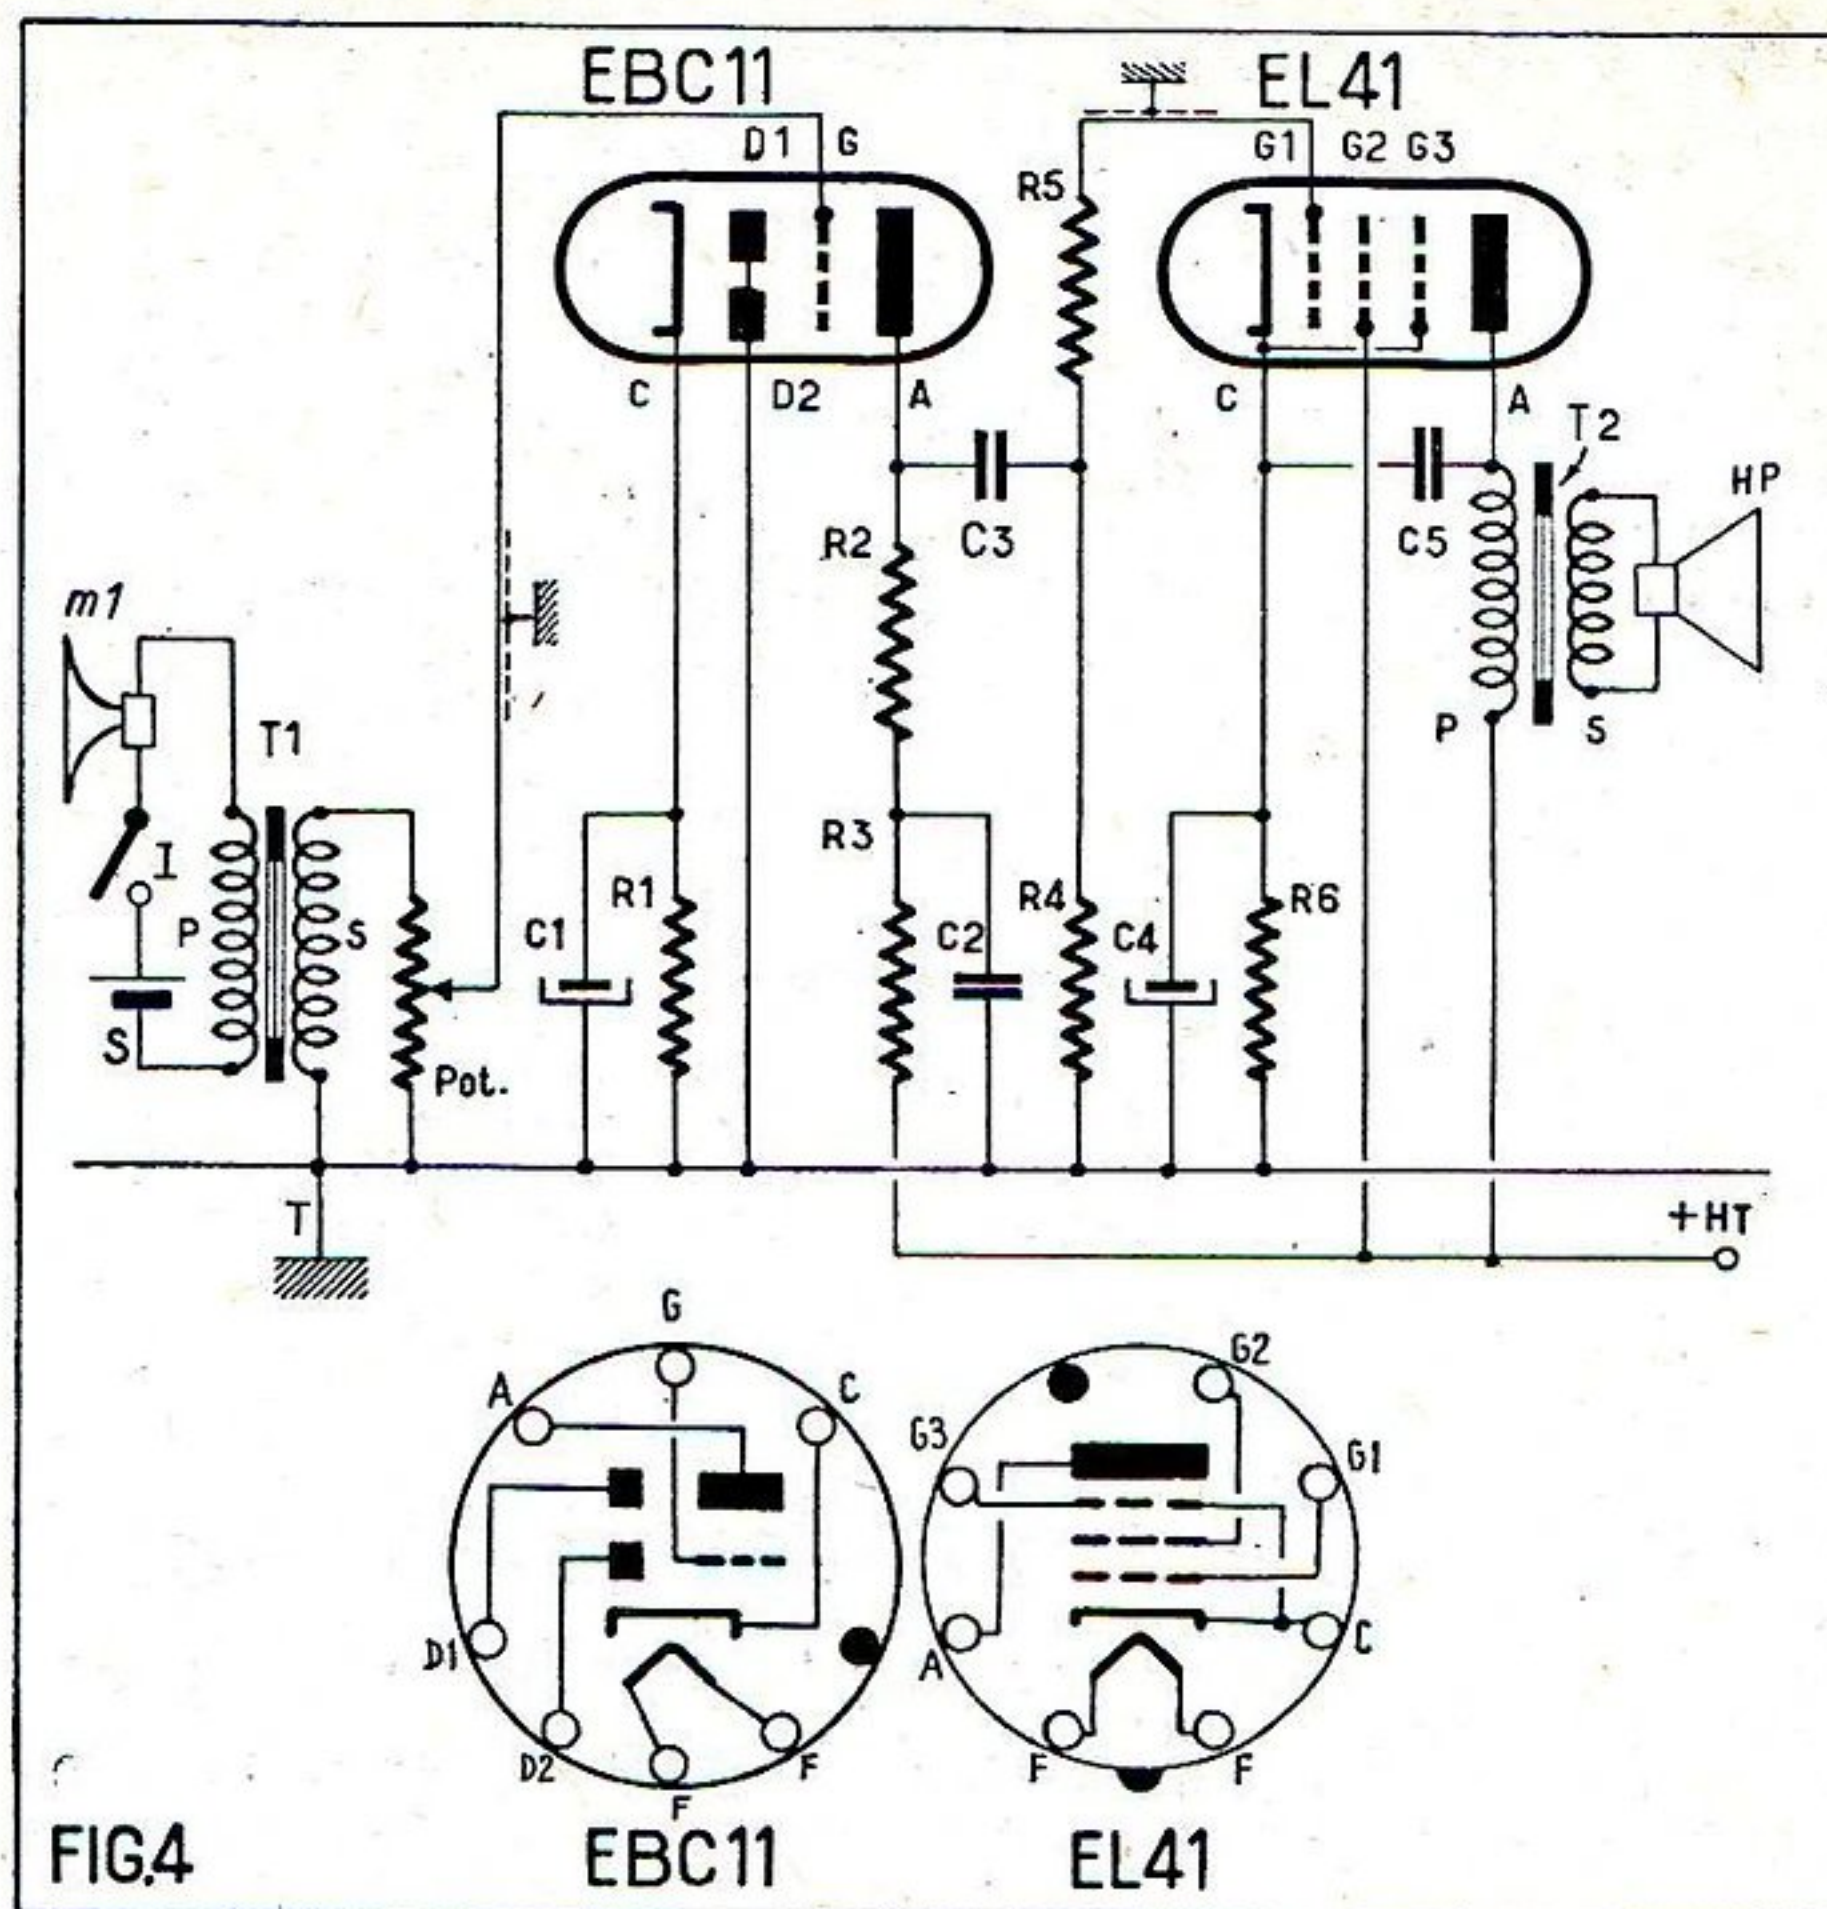

FIG4
La solution consiste à incorporer dans le système un *amplificateur téléphonique*. La figure 4 montre le schéma à utiliser.
**Premier point acquis :** Nous n'avons plus besoin d'un écouteur — *Télé* sur les figures antérieures — puisque nous pouvons disposer d'un haut-parleur couvrant largement les besoins de l'exploitation. Il est avantageux d'utiliser un modèle à aimant permanent puisque le même modèle peut être utilisé comme microphone. Dans ce cas, il suffira simplement de supprimer la source S et l'interrupteur I dans le circuit microphonique m1, I, S et P de T1 sur la figure 4. Sur la même figure T1 et T2 désignent des translateurs.